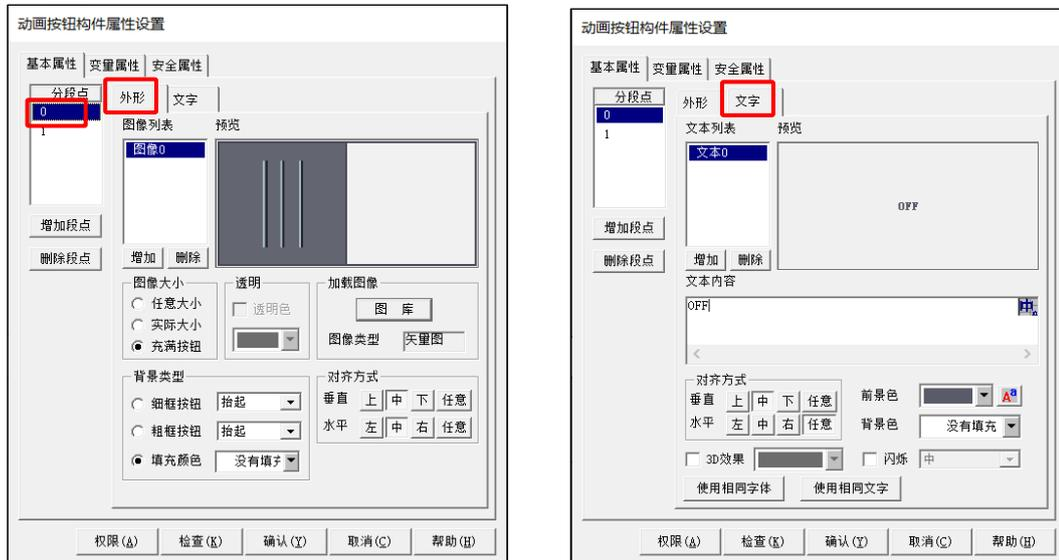
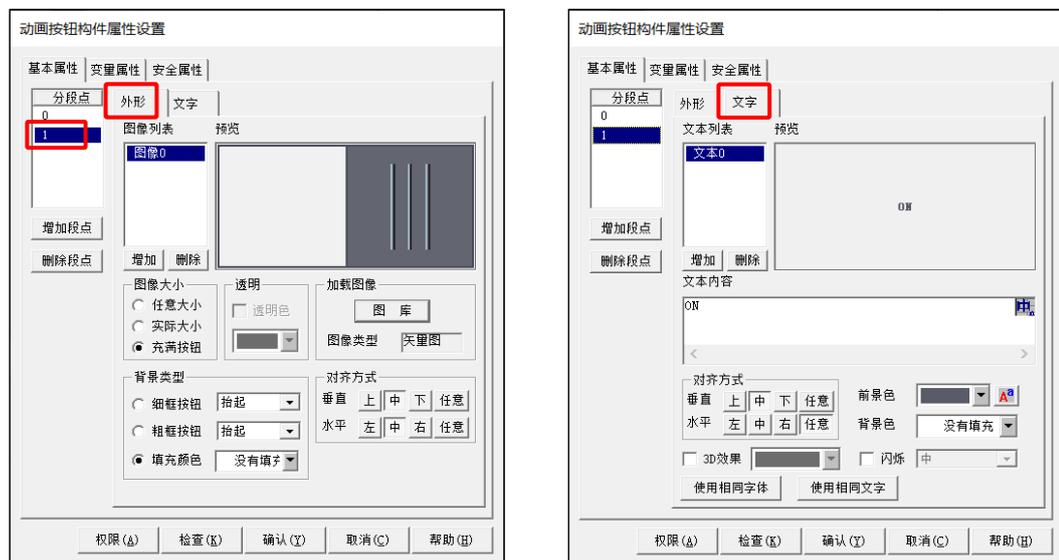

图 3.3-8 分段点 0 的外形及文字设置
图 3.3-9 分段点 1 的外形及文字设置
- ① 在实时数据库中新建一个整数型变量【设备开关】
- ② 【动画按钮】构件的基本属性设置方式同 3.3.1【动画显示】构件的基本属性设置方式。本节样例使用默认设置。如图 3.3-8 至图 3.3-9 所示。
动画按钮的【基本属性】主要用于增减分段点的数量和设置每个分段点对应的外观特征，基本属性页中【分段点 0】的【外形】及【文字】如图 3.3-8 所示。
基本属性页【分段点 1】的【外形】及【文字】如图 3.3-9 所示。